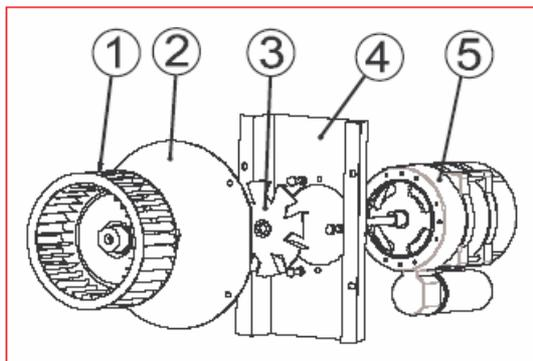

Рис. 25
5) Газоотводный вентилятор (см. рис. 25)